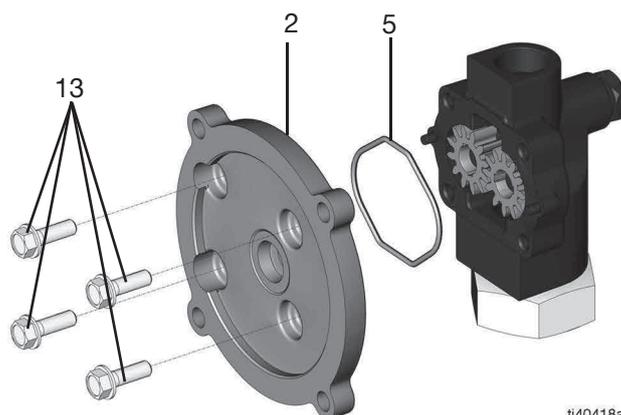

FIG. 9
7. Retirez les quatre vis (13) sur la plaque d'adaptateur (2) à l'aide d'une clé à douille de 1/2 po (FIG. 9).
8. Retirez la plaque d'adaptateur (2) (FIG. 9).
9. Enlevez le joint torique (5) (FIG. 9).
4. Poussez les quatre vis (13) à travers la plaque d'adaptateur (2) et utilisez une clé à douille de 1/2 po pour les serrer (au couple de 40,7 N•m) (FIG. 9).